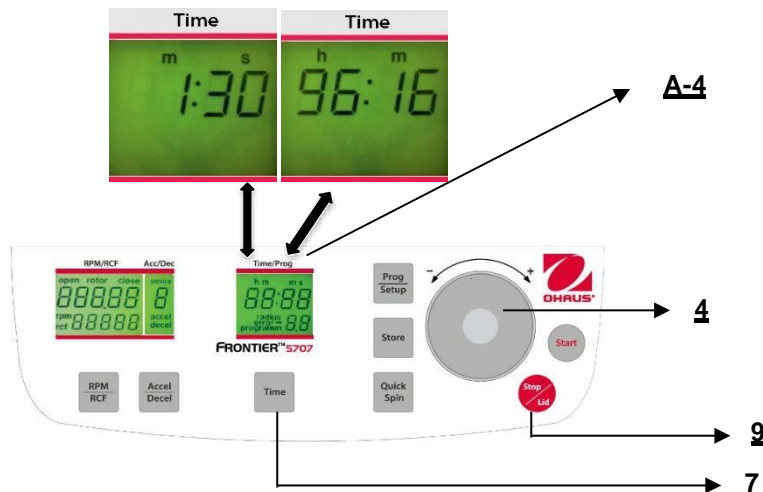

Abbildung. 17
3. Der ständige Betrieb "**cont**" kann mit der Taste "**Stop**"(9) unterbrochen werden. Die Betriebszeit kann vorab ausgewählt werden, während der Deckel offen oder geschlossen ist. Um die Einstellung der Betriebszeit einzustellen, drücken Sie die Taste "**Zeit**" (7). In der Anzeige "**Time**" (A-4) blinkt die Angabe "**m : s**" oder "**h : m**", je nach vorheriger Einstellung. Um den gewünschten Wert einzustellen, benutzen Sie den Anpass Wählscheibe (4). Nachdem 59 min 50 sec überschritten werden, wechselt die Anzeige automatisch auf "**h : m**". Nachdem 99 Stunden 59 Minuten erscheint das Wort "**cont**" in der Anzeige "**Time**" (A-4). Dieser dauerhafte Betrieb kann nur durch Drücken der Taste "**Stop**" (9) unterbrochen werden. Der Countdown beginnt so bald die eingestellte Geschwindigkeit erreicht ist. Die Anzeige zeigt immer die verbliebene Zeit. (Siehe Abbildung 17)
Alle mit Nummer gekennzeichneten Übergänge beziehen sich auf die Abbildung 17.